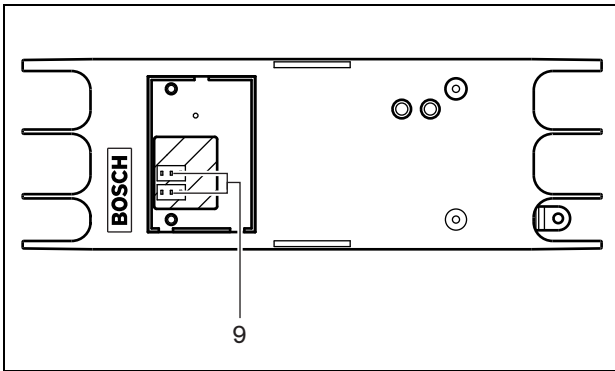
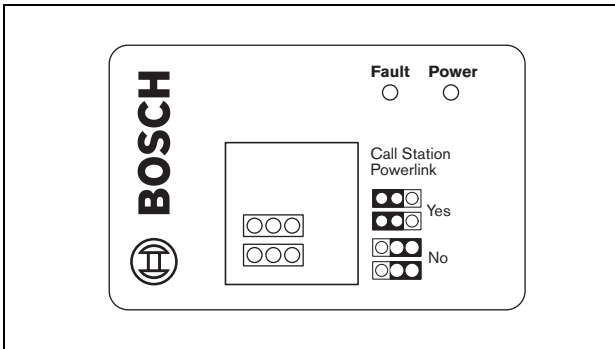

figura 23.3: Interior de la interfaz de la estación de llamada
figura 23.4: Identificación del puente
El interior de la interfaz de la estación de llamada (véase figura 23.3 y figura 23.4) contiene:
alimentación externa de la interfaz de la estación de llamada. La configuración de puente se describe en figura 23.4 y tabla 23.1.
La interfaz de la estación de llamada toma la alimentación CC de la red Praesideo para alimentarse a sí misma y a la estación de llamada remota conectada. Cuando la tensión de la red Praesideo cae por debajo de 18 V (CC), la interfaz de la estación de llamada y la estación de llamada remota toman la alimentación CC de la fuente de alimentación externa de la estación de llamada remota. La fuente de alimentación externa de la estación de llamada remota es la fuente de alimentación de reserva tanto para la estación de llamada remota como para la interfaz de la estación de llamada. La configuración de puente se describe en figura 23.4 y tabla 23.1.
La interfaz de la estación de llamada toma la alimentación CC de la red Praesideo para alimentarse a sí misma. Cuando la tensión de la red Praesideo cae por debajo de 18 V (CC), la interfaz de la estación de llamada toma la alimentación CC de su fuente de alimentación externa. En este concepto, la estación de llamada remota siempre tiene su propia fuente externa. La configuración de puente se describe en figura 23.4 y tabla 23.1.